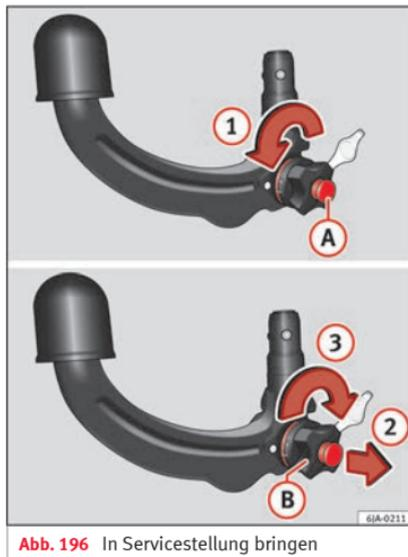

Abb. 196 In Servicestellung bringen
- Drehen Sie den Schlüssel (A) in Pfeilrichtung ① bis zum Anschlag » Abb. 196.
- Nehmen Sie das Handrändelrad (B) mit der rechten Hand in Pfeilrichtung ② heraus und drehen Sie es in Pfeilrichtung ③ bis zum Anschlag.